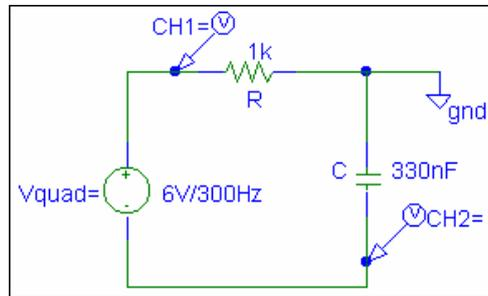

Figura 3
4. Monte o circuito da figura 3 usando como fonte de tensão o gerador de sinais na função onda quadrada. Conecte as pontas de prova do osciloscópio conforme indicado (CH1 sobre a resistência e CH2 sobre a capacitância), tomando o cuidado de inverter a polaridade do canal 2 (comando INVERT). Atenção com a correta conexão dos pontos de terra (GND) dos canais. Com base no que você estudou sobre o comportamento do circuito RC na carga e descarga de um capacitor opere os controles do osciloscópio de forma a ter sinais estáveis e legíveis na tela com pelo menos um ciclo completo de carga e descarga visíveis. Esboce ou fotografe a tela do osciloscópio para o sinal de cada canal e relate quais os valores dos controles VOLTS/DIV e TIME/DIV a que você chegou para conseguir essa visualização.